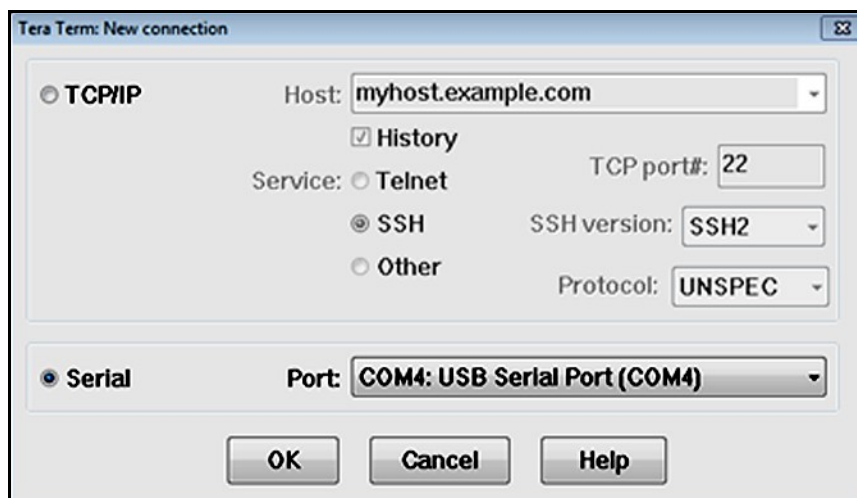

Abbildung 75: Auswahl des COM-Ports in der Tera Term-Software
5. Wählen Sie den gewünschten *COM-Port* wie in der nachstehenden *Abbildung 75* gezeigt aus und klicken Sie auf **OK**.